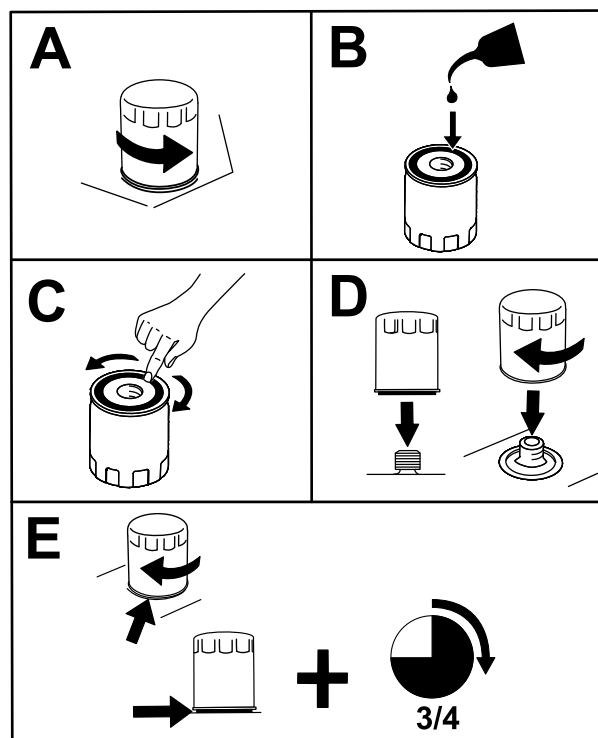

Figura 35
2. Cambiate il filtro dell'olio motore (Figura 35).